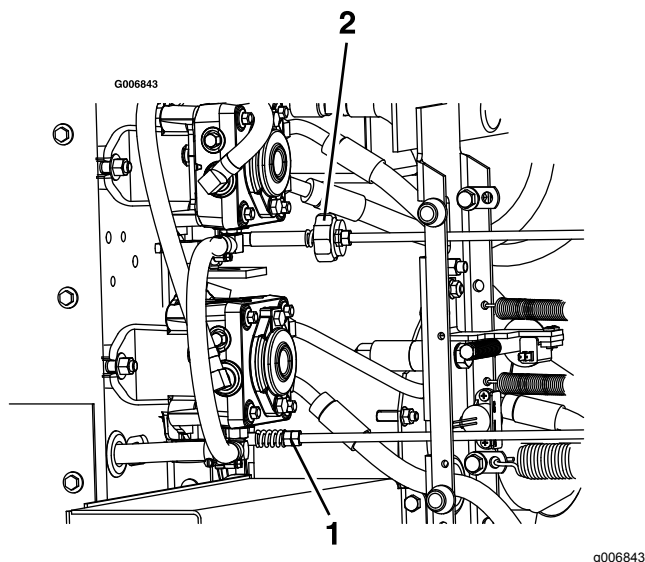

Figure 54
9. Pour obtenir la position POINT MORT, réglez les tringleries de commande de pompe droite et gauche qui relient la commande de direction aux bras de commande de pompe jusqu'à ce que les roues s'arrêtent de tourner ou tournent légèrement en sens inverse (Figure 54).
11. Réglez la tringlerie de pompe droite en utilisant une clé pour tourner les doubles écrous sur l'ensemble (Figure 54).